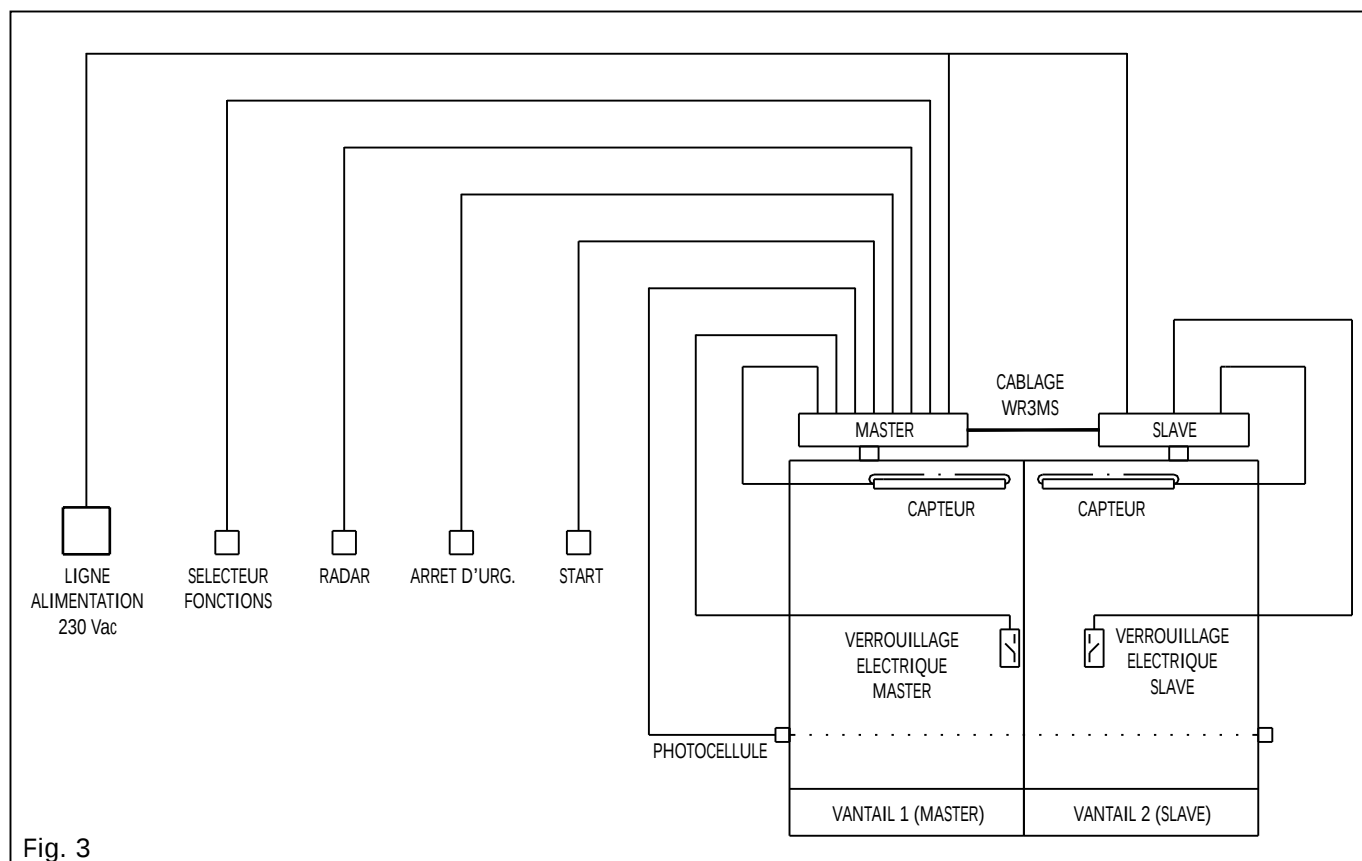

Fig. 3
10.1) CONNEXIONS ÉLECTRIQUES (voir le schéma général de la figure 3)